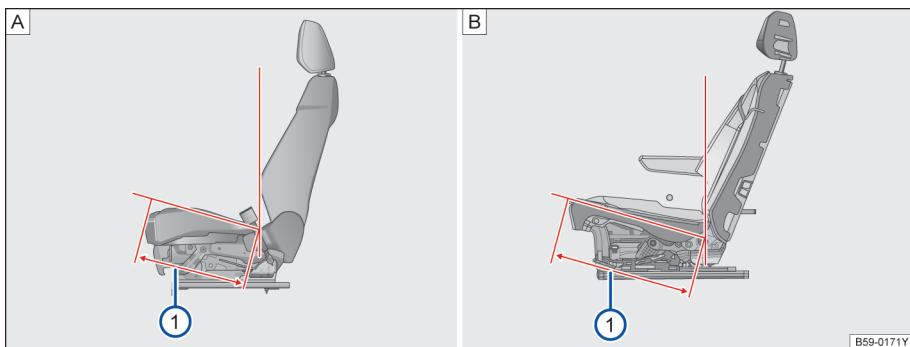

图 76 前排及第二排座椅坐垫深
=460mm→图 76[A]①
=478.5mm→图 76[B]①